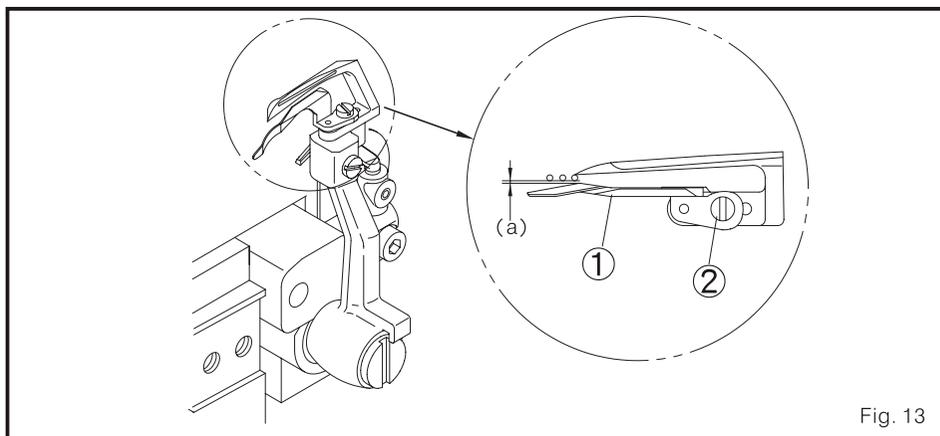

Fig. 13
- quando o looper move do ponto mais à direita para o ponto, mas à esquerda, a rota da gorjeta do looper isto na parte posterior da agulha, como também a rota do protetor dianteiro da agulha 1 isto na parte dianteira da agulha. O espaço (1) é de 0.2-0.3 mm. (Fig. 13)